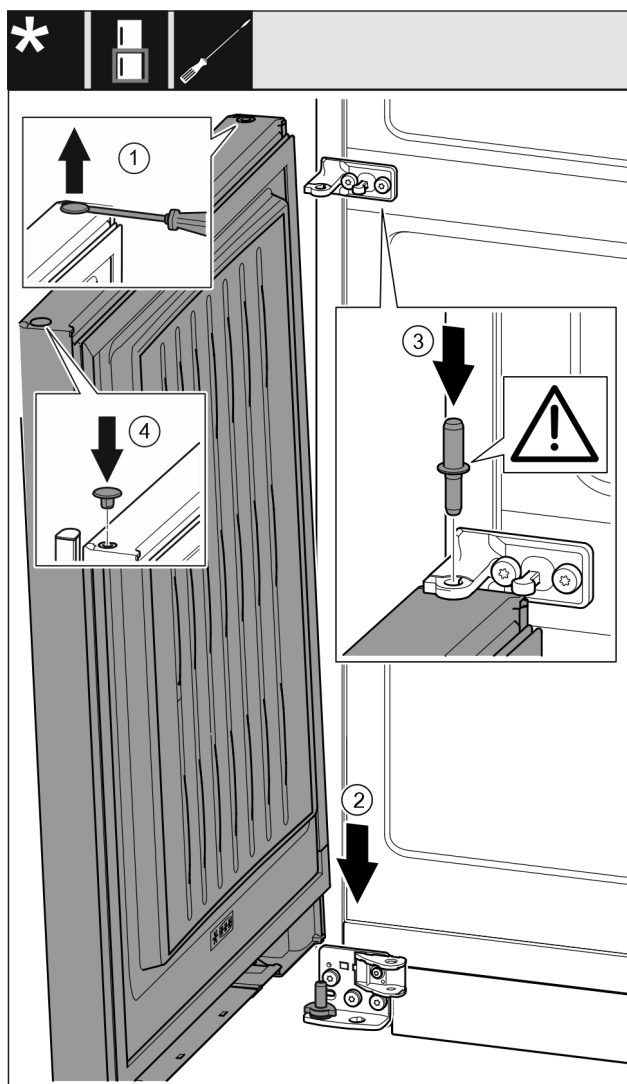

Fig. 42
- ▶ Zátku Fig. 42 (1) opatrně nadzvedněte plochým šroubovákem a vytáhněte.
- ▶ Dveře Fig. 42 (2) nasad'te shora na dolní ložiskový čep.
- ▶ Prostřední ložiskový čep Fig. 42 (3) vložte do dolních dveří přes prostřední stojan ložiska. Přitom dávejte pozor, aby zajišťovací vačka směřovala dozadu.
- ▶ Zátku Fig. 42 (4) opět vložte na druhé straně dveří.